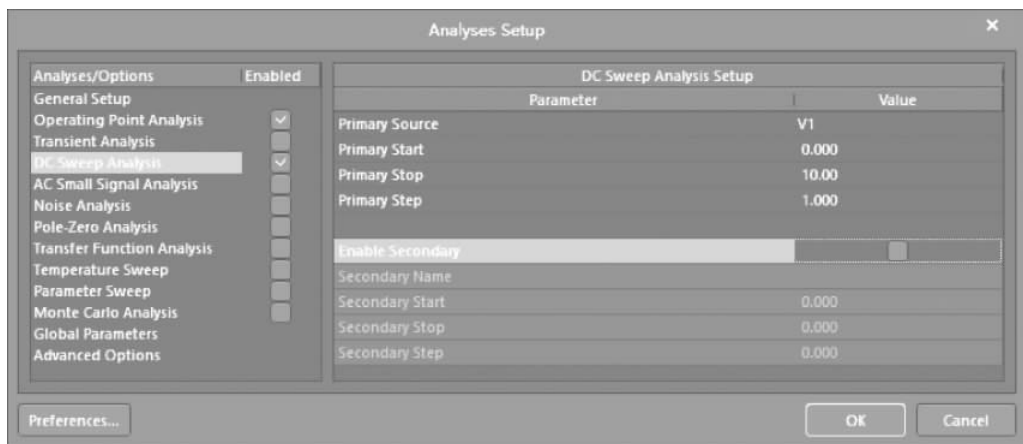

图 3-16 设置直流扫描分析参数
- (1) 在 AD 主界面主菜单下选择 Simulate→Edit 'Mixed Sim' Setup。
- (2) 打开如图 3-16 所示的 Analyses Setup(分析设置)界面,按下面参数设置:选中 DC Sweep Analysis 复选框。
- (3) 打开 DC Sweep Analysis Setup(DC 扫描分析设置)界面,按下面参数设置:
- ① Primary Source: V1。
- ② Primary Start: 0.000。
- ③ Primary Stop: 10.00。
- ④ Primary Step: 1.000。
- ⑤ 其余参数按默认设置。
- (4) 单击 OK 按钮,退出分析设置界面。在 AD 主界面主菜单下选择 Simulate→Run